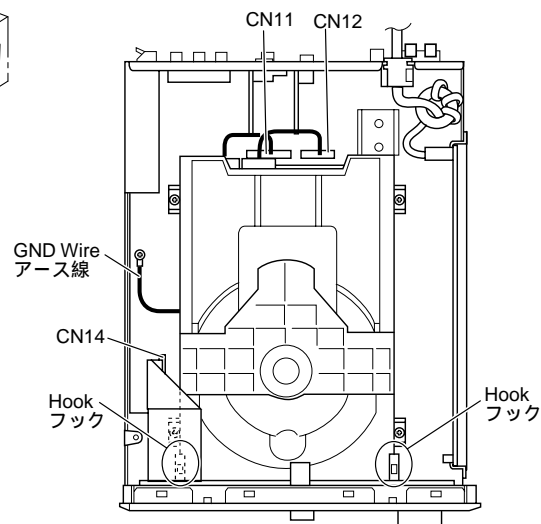

Fig. 2
- c. Remove connectors CN14. (Fig. 2)
- d. Remove 2 hooks and then slide the Front Panel Unit forward. (Fig. 2)
- b. Remove connectors CN11, CN12 and GND wire and then remove the DVD Mechanism Ass'y. (Fig. 2)
- c. コネクターCN14を外します。(Fig. 2)
- d. フック2箇所を外し、フロントパネルユニットを前方へ引き出します。(Fig. 2)
- b. コネクターCN11、CN12、及びアース線を外し、DVDメカニズムASSYを取り外します。(Fig. 2)